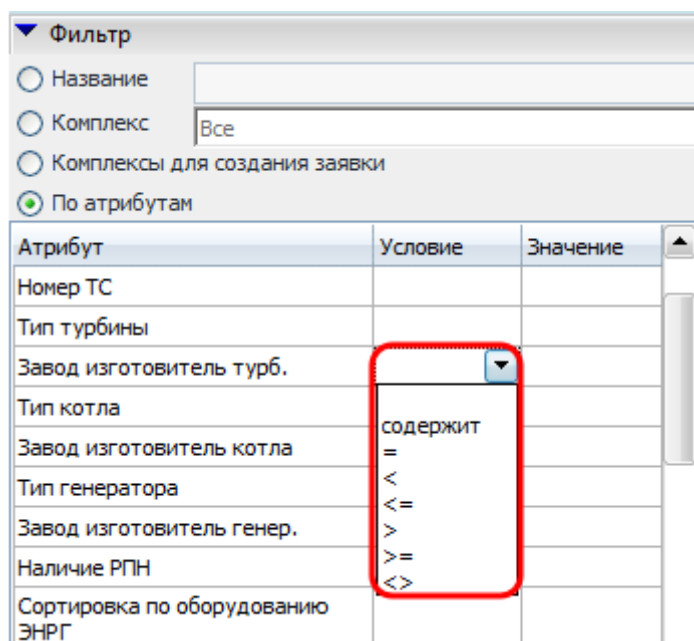

Рисунок 9.66 – Задание условия сравнения для атрибута
- **«По атрибутам»**. Задать ограничения на дополнительные атрибуты оборудования. Список атрибутов отображается в столбце «Атрибуты» (элементы справочника «Дополнительные атрибуты» руководства по работе с приложением «Интерфейс оборудования» с признаками «Для оборудования» и «Видимый»). В столбце «Условие» для атрибута из раскрывающегося списка необходимо указать условие (Рисунок 9.66).